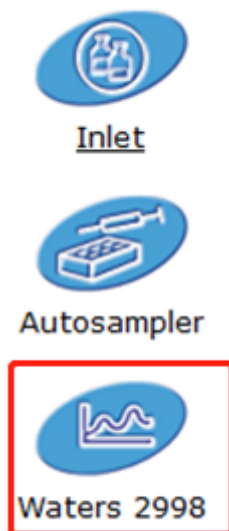

图6-26
- 在Inlet Method方法编辑窗口，点击Waters 2998选项，弹出Modify 2998 PDA Detector Instrument Method窗口（图6-26）